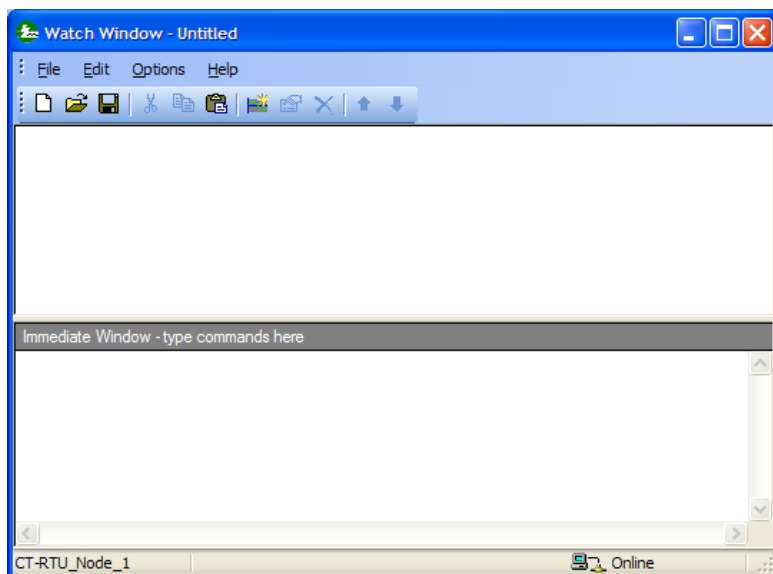

Рис. 7-9 Окно контроля Watch (1)
- Во время работы циклических передач данных откройте окно 'Watch window' в SyPT (показано на Рис. 7-9 ниже).